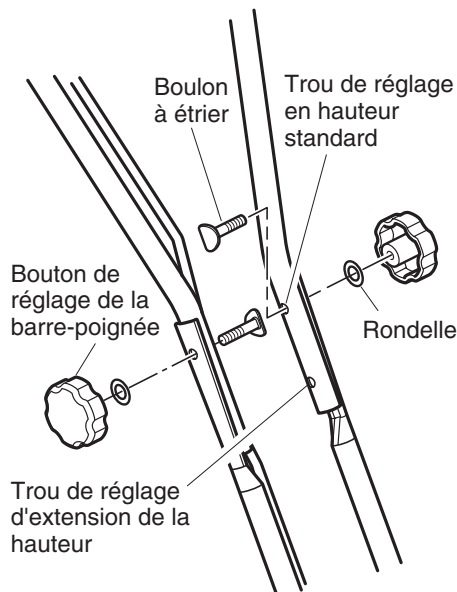

Figure 3 - Réglage de la hauteur de la barre-poignée
2. Positionner la barre-poignée de telle sorte que les trous du bas de celle-ci s'alignent avec les trous des supports inférieurs de la barre-poignée (voir la figure 3). Insérer les boulons à étrier dans les trous et réinstaller les rondelles et les boutons de la barre-poignée.